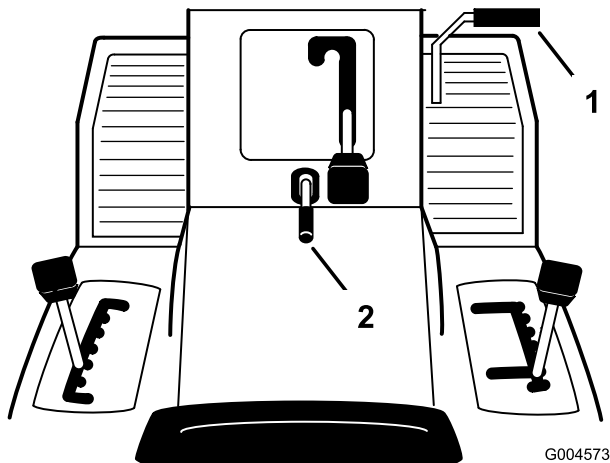

Figura 6
1. Pise a fondo el pedal de freno/embrague (Figura 6) y manténgalo en esa posición.
2. Levante la palanca del freno de estacionamiento (Figura 6) y levante poco a poco el pie del pedal de embrague/freno.
1. Pise el pedal del embrague/freno (Figura 6).